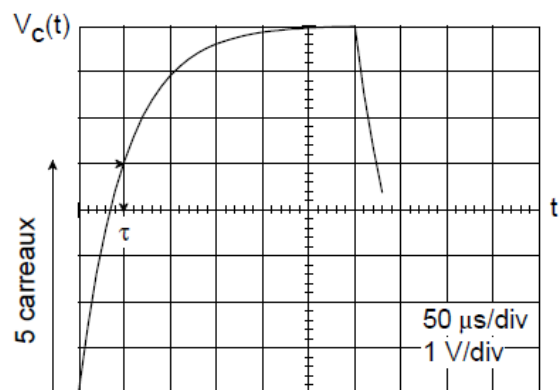

figure : 10
- Si on opte pour un signal avec une amplitude maximale de 8 carreaux (figure 10), et en prenant 5 carreaux pour $V_c(\tau)$, on a $\frac{V_c(\tau)}{E} = \frac{5}{8} = 0,625$ pratiquement égale à 0,63. Cette méthode mène à une valeur de τ beaucoup plus précise.